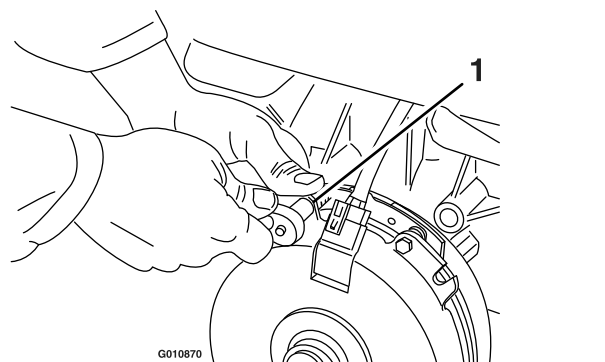

Figura 78
- A. Afloje ambos pernos de montaje del freno entre media y una vuelta, según se muestra en Figura 78.